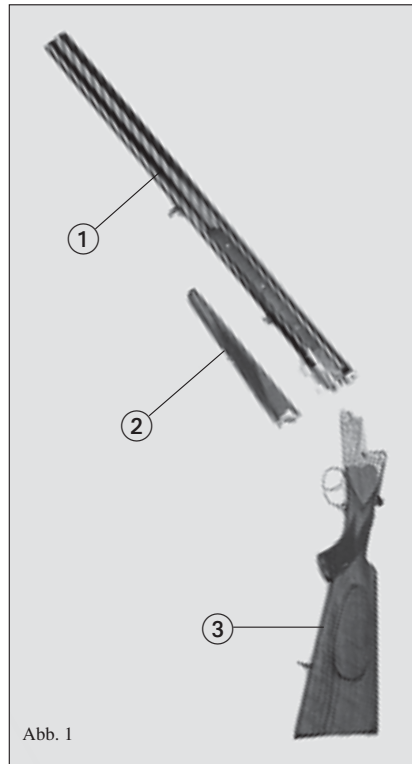

Abb. 1
**Das Bockgewehr besteht aus folgenden Hauptteilen (Abb. 1):**
- Lauf (1)
- Vorderschaft (2)
- Verschlussstück mit Schaft (3)